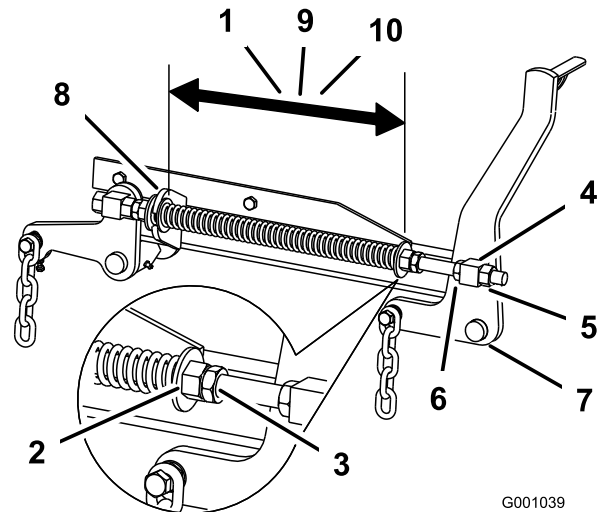

Figure 107
coupe de 132 cm, de 26,7 cm pour les plateaux de coupe de 152 cm ou de 29,2 cm pour les plateaux de coupe de 183 cm (Figure 107).
3. Réglez cette distance en desserrant l'écrou de blocage du ressort et en tournant l'écrou devant chaque ressort (Figure 107).
4. Bloquez l'écrou en position en serrant l'écrou de blocage du ressort (Figure 107).